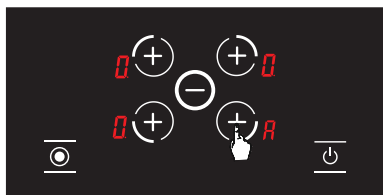

Abbildung 13
3. Nach erneutem Berühren der entsprechenden Kochstellenwahl-taste wird der automatische Heizbetrieb aktiviert und auf dem Display erscheint das Symbol **H**. (siehe Abb. 13)